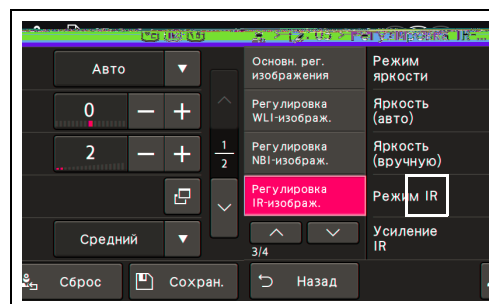

Рис. 4.3
- 10 Коснитесь кнопки «Сохранить» на экране «Регулировка IR-изображения». (См. рис. 4.3)